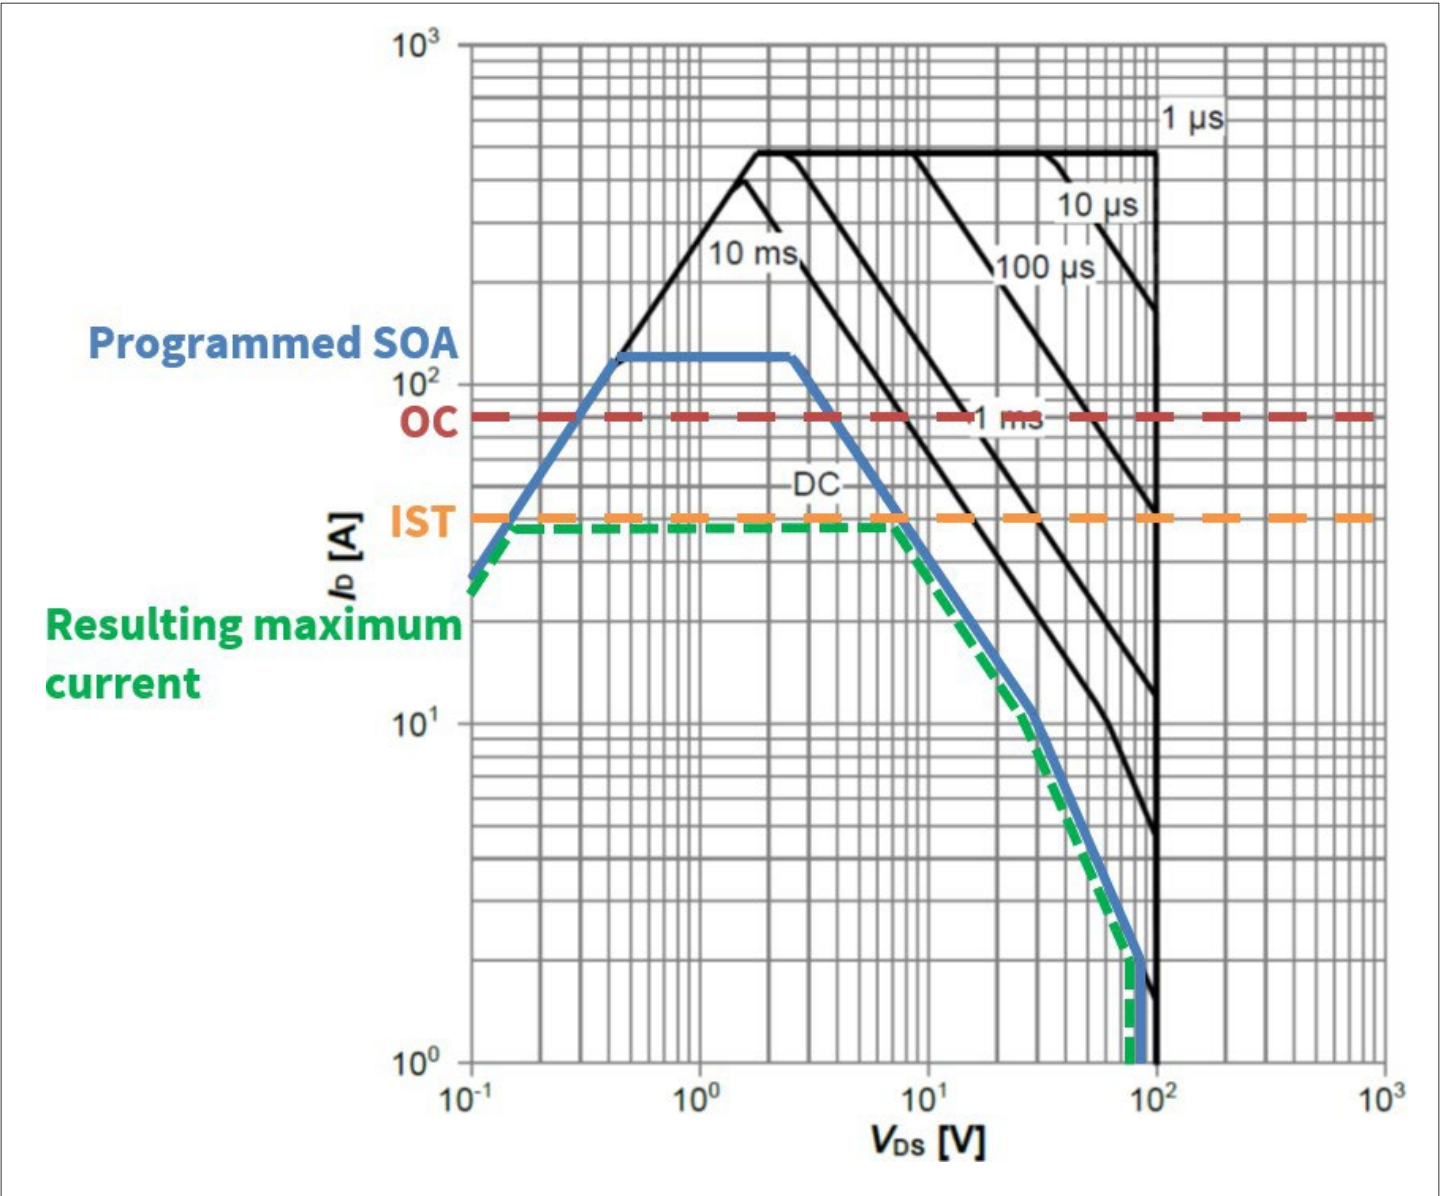

图 6 安全操作区
- XDP700 根据 SOA 允许的最大值调节流过 FET 的电流，开始对输出电容充电。见 图 6，直流线路允许 48 V 时的  $I_{SOA} \cong 4.5\text{ A}$ 。